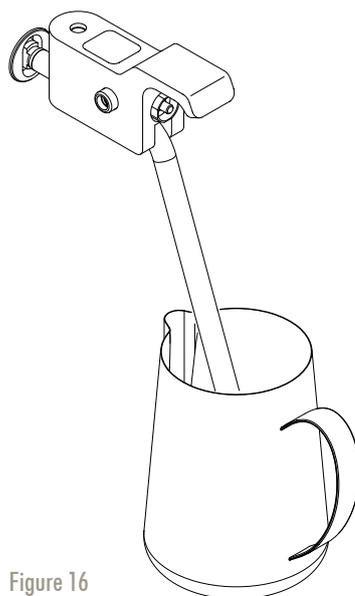

Figure 16
3. Tenez la sortie vapeur par la poignée noire et plongez le tube de vapeur dans le pot à lait (fig. 16).